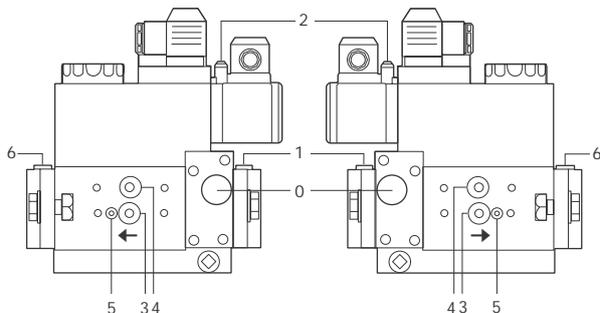

Fig. 51
- Pulizia filtri valvole gas (Fig. 51 e seguenti).